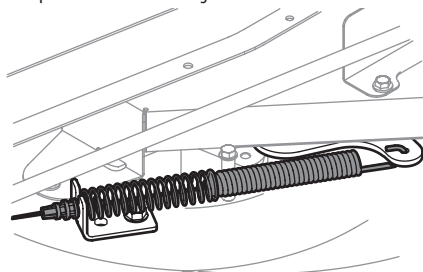

Figura 31
8. Extraiga con cuidado el cable de la PTO de la parte posterior de la plataforma de corte. Retire el resorte del soporte de polea loca de la plataforma. Consulte la Figura 31.